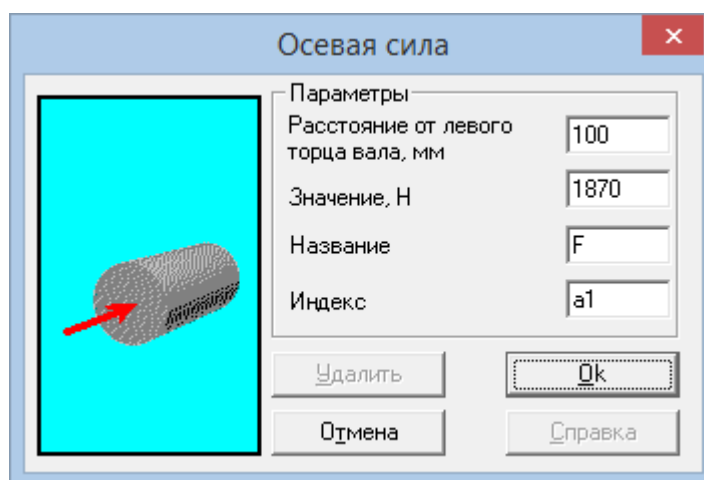

Рис. 6.8
3.1. Задание осевых сил. Включаем режим «**Осевая сила**» нажатием соответствующей кнопки  (меню **Задать/Осевая сила**) и в поля ввода открывшегося диалогового окна «**Осевая сила**» (рис. 6.8), записываем параметры и обозначение силы. Рассмотрим задание осевой силы **F_{а1}**.